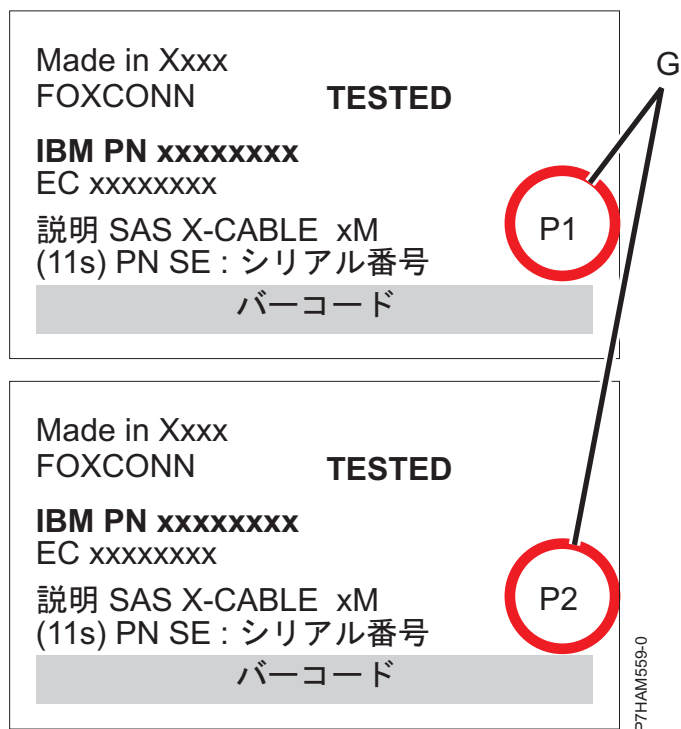

図 44. P1 と P2 の ID を示す SAS アダプター・ケーブルのラベル
- 独立 SAS アダプター 1 (C) に接続するケーブルには、94 ページの図 44 に示す、P1 の ID が付いたラベル (G) が貼られています。このアダプターは他の独立アダプターにはアクセスできず、ドライブ・ベイ D1 から D6 にのみアクセスできます。
- 独立 SAS アダプター 2 (D) に接続するケーブルには、94 ページの図 44 に示す、P2 の ID が付いたラベル (G) が貼られています。このアダプターは他の独立アダプターにはアクセスできず、ドライブ・ベイ D7 から D12 にのみアクセスできます。
- 独立 SAS アダプター 3 (E) に接続するケーブルには、94 ページの図 44 に示す、P1 の ID が付いたラベル (G) が貼られています。このアダプターは他の独立アダプターにはアクセスできず、ドライブ・ベイ D13 から D18 にのみアクセスできます。
- 独立 SAS アダプター 4 (F) に接続するケーブルには、94 ページの図 44 に示す、P2 の ID が付いたラベル (G) が貼られています。このアダプターは他の独立アダプターにはアクセスできず、ドライブ・ベイ D19 から D24 にのみアクセスできます。